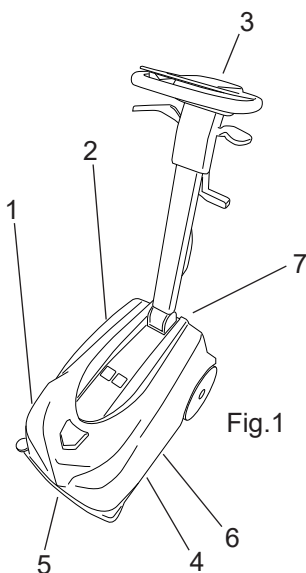

Fig.1
- O depósito de água/detergente (Fig.1-Ref.1) serve para guardar e transportar a mistura de água limpa e do produto de limpeza.
- O depósito de recolha (Fig.1-Ref.2), serve para recolher a água suja aspirada do pavimento durante a lavagem.
- Painel de comandos (Fig.1-Ref.3).
- Grupo do topo (Fig.1-Ref.4), o elemento principal é representado pela escova, a qual distribui a solução de detergente pelo pavimento, removendo a sujidade.
- Squeegee dianteiro (também chamado de rodo dianteiro) (Fig.1-Ref.5), tem a função de limpar e secar o pavimento quando se puxa a máquina para o operador.
- Squeegee traseiro (também chamado de rodo traseiro) (Fig.1-Ref.6), tem a função de limpar e secar o pavimento quando se avança.
- Bateria (Fig.1-Ref.7).